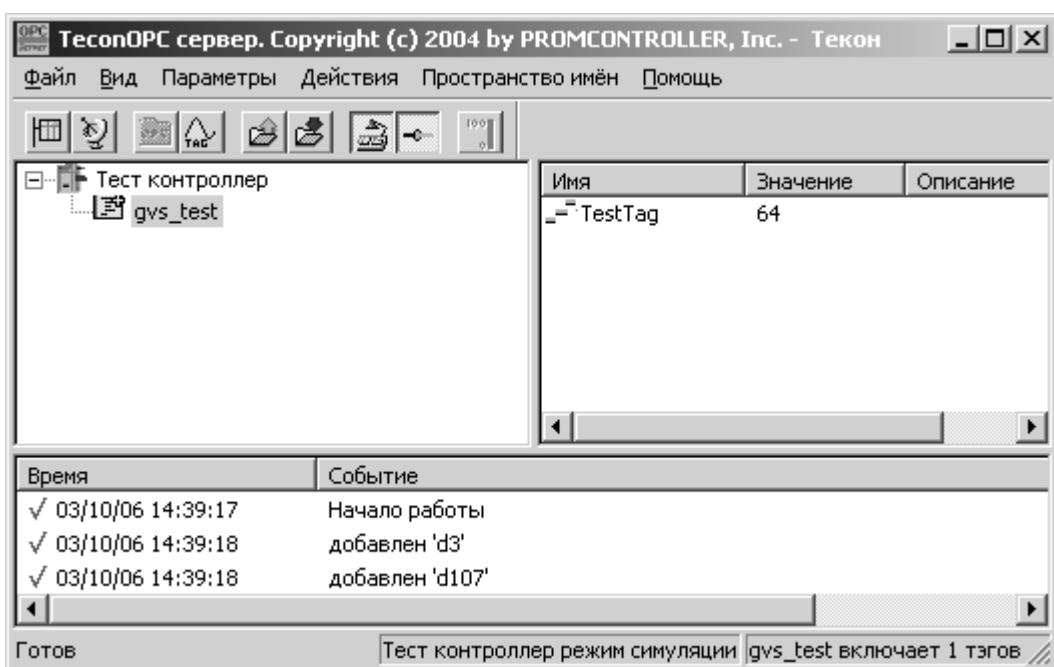

Рисунок 3.4 - Просмотр значений тэгов (пример)
- г) выберите созданный контроллер и нажмите кнопку (см. Рисунок 3.4) для добавления группы;
- е) выберите созданную группу и нажмите кнопку (см. Рисунок 3.4) для добавления тэга;
- а) выделите созданную группу gvs\_test и нажмите кнопку . Вы увидите примерно то, же что на рисунке (см. Рисунок 3.4), за исключением того, что значение, которое на рисунке равняется 64, будет изменяться случайным образом.